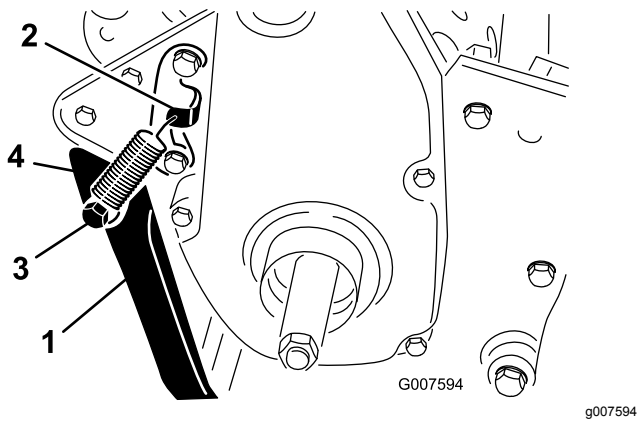

Bild 8
Befestigungslöchern am Hinterrahmen aus (Bild 8).
3. Montieren Sie den Ständer an jeder Seite des Rahmens mit einer Schraube, einer Sicherungsscheibe, einem Distanzstück, einer Flachscheibe und Sicherungsmutter (Bild 8).